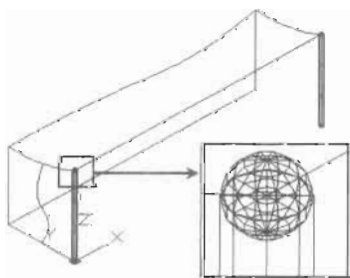

图 13-125
(3) 按空格键继续执行 MESH 命令, 绘制一个球面, 如图 13-125 所示, 命令执行过程如下。